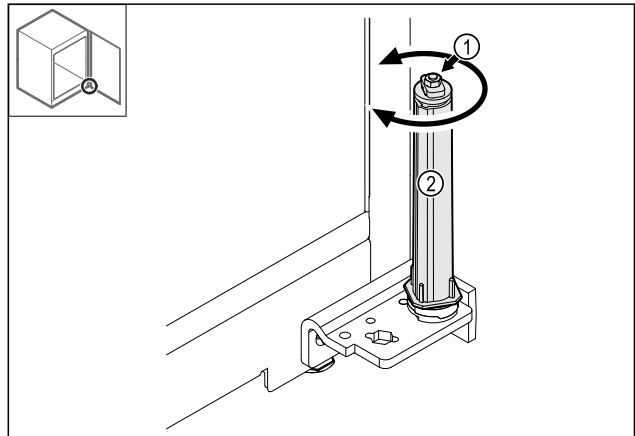

Fig. 43
- ▶ Не разбирайте резьбовое соединение Fig. 43 (1) системы закрытия.
- ▶ Поворачивайте систему закрытия Fig. 43 (2) до щелчка.